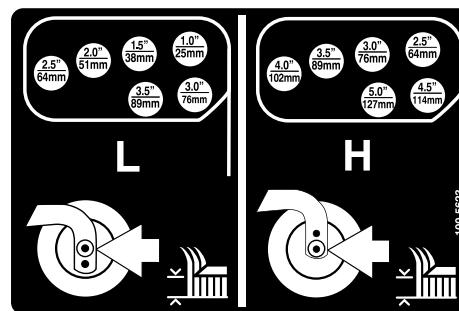

Figura 26
6. Rode a barra tensora para levantar ou descer o braço articulado, até os orifícios se encontrarem alinhados com os orifícios da altura de corte desejados, na estrutura da plataforma do cortador (Figura 25 e Figura 26).